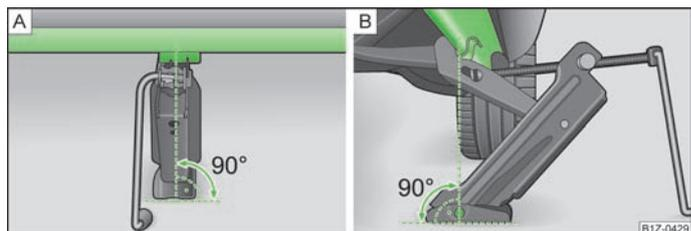

Fig. 132 Utilizzo del martinetto
- Posizionare il martinetto in modo che la staffa di innesto cinga la cresta » fig. 132 - in basso sotto l'incisione nella superficie laterale del longherone.
- Assicurarsi che la piastra del martinetto poggi su una base dritta con tutta la sua superficie e si trovi in posizione verticale, » fig. 132 in modo che la staffa di innesto cinga la cresta.